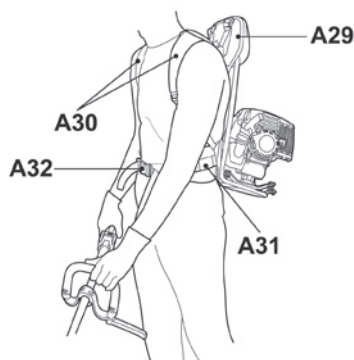

Fig. 37
- > Coloque a mochila (A29) nos ombros e prenda o cinto (A31) com o fecho (A32). Ajuste o comprimento das alças dos ombros e do cinto (A30/A31) de acordo com as suas necessidades (Fig. 37).